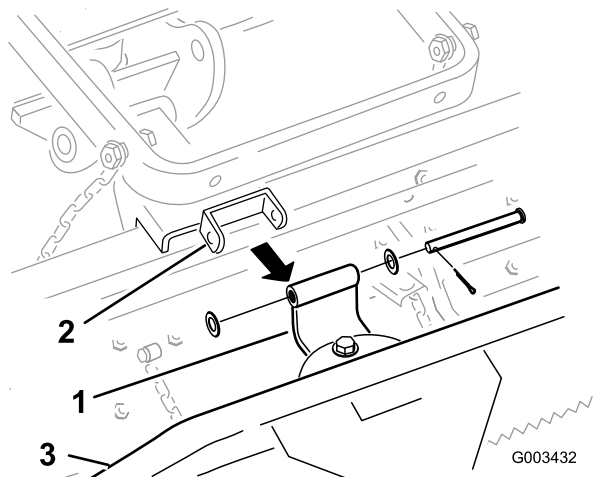

図 12
B. 湾曲ピボット・ブラケットをツース・レーキに固定しているコッター・ピン、ワッシャ、クレビス・ピンを取る (図 12)。
C. スプリング・レーキから、湾曲ピボット・ブラケットとボルトナット類を取り外す (図 12)。